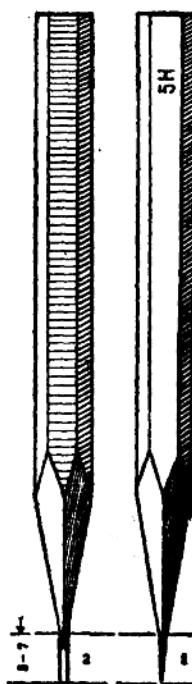

图 1-5
2. 铅笔的削磨：削铅笔时应保留表示软(B)硬(H)标志的一端。用于刺点、写字、绘小符号和精细短直线、曲线的铅心，削磨成圆锥形，如图1-5之1，如果依靠直尺绘精确的长直线，铅心要磨成楔形，如图1-5之2。铅笔削磨成圆锥形和楔形后，要用软纸或布将铅芯上的铅灰抹干净，抹后在纸上轻轻磨几下，待铅笔尖端光滑后再用，这既可避免铅灰散落图面污脏图纸，又可保持绘线的圆滑。不用时用纸筒将铅芯保护好。